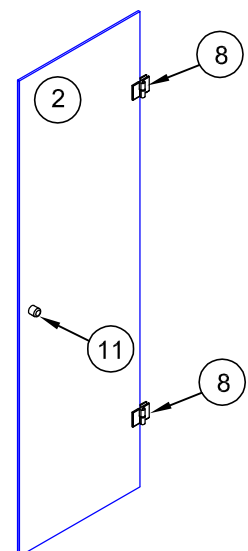

Рис. 10
4.1. Разобрать петли №8 (2 шт.): открутить фиксирующие пластины и снять половину прокладок. Установить петли в вырезы дверей, с внутренней стороны установить прокладки и фиксирующие пластины. Всё скрутить винтами (рис.10).